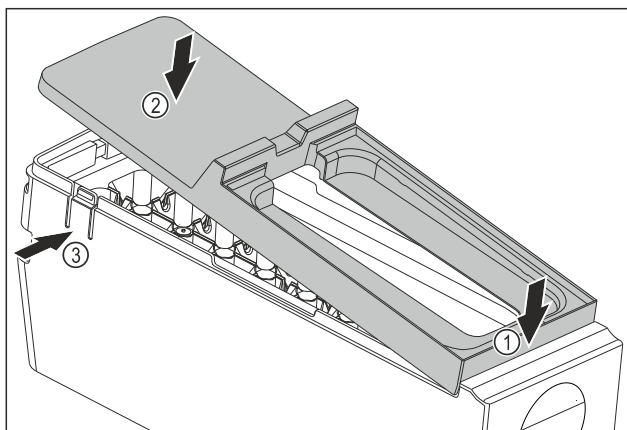

Fig. 114
- ▶ Смонтируйте крышку корпуса EasyTwist-Ice: Установите крышку спереди. Fig. 114 (1)
- ▶ Опустите крышку сзади. Fig. 114 (2)
- ▷ Крышка со щелчком фиксируется в накладках Fig. 114 (3).